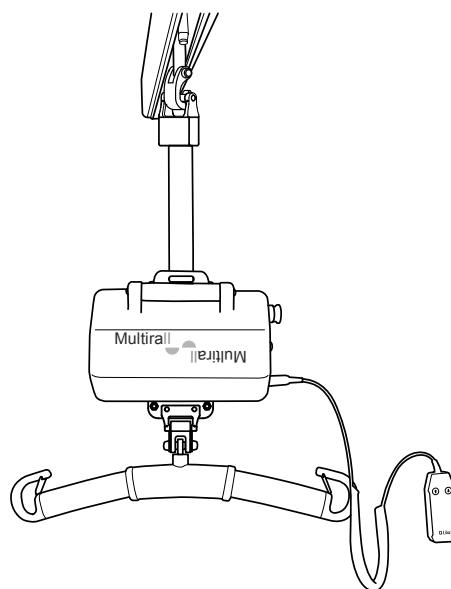

fig. 2
- montert med løftebåndet over løfteenheten (fig. 2).